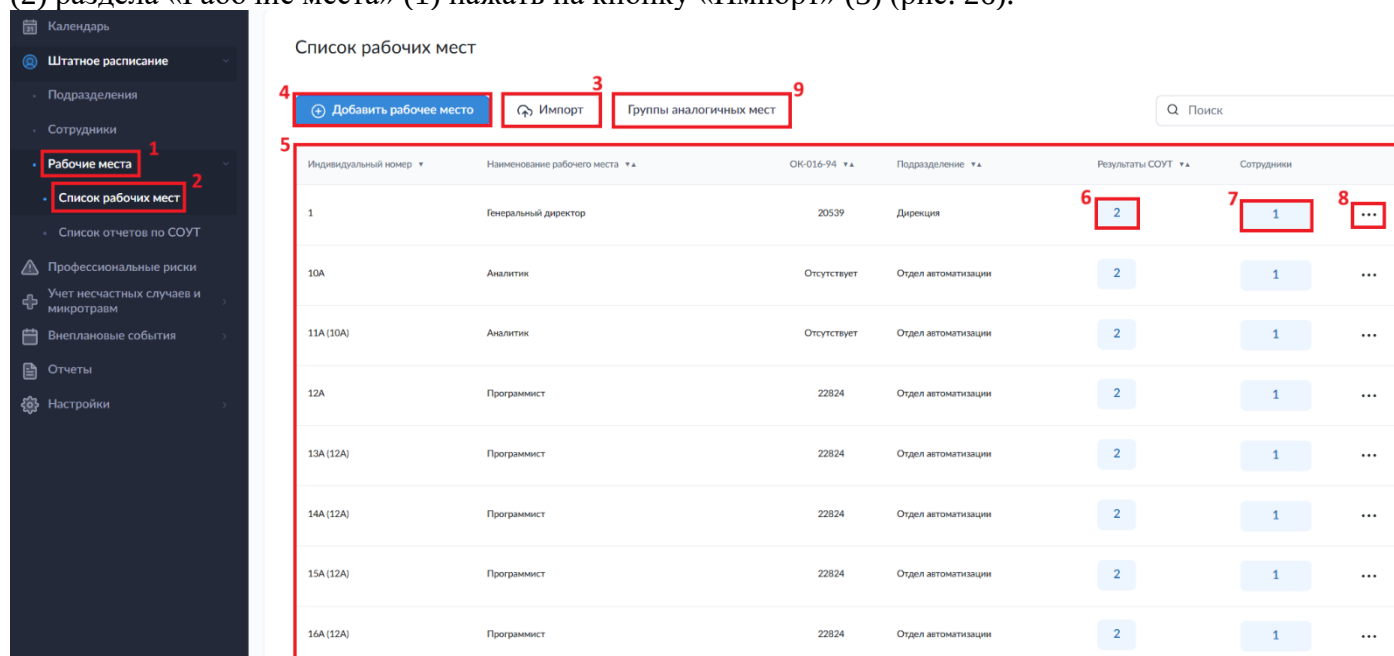

Рисунок 26. Раздел «Рабочие места». Подраздел «Список рабочих мест».
Для импорта в систему сведений о рабочих местах необходимо в подразделе «Список рабочих мест» (2) раздела «Рабочие места» (1) нажать на кнопку «Импорт» (3) (рис. 26).